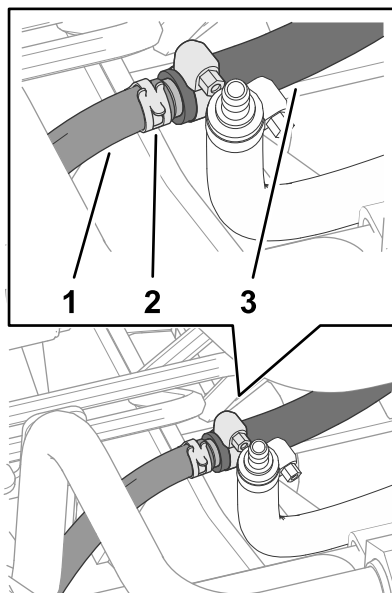

Figure 16
6. Enfilez le collier à ressort retiré à l'opération 1 sur le flexible du réservoir de carburant sur la machine (Figure 16).
7. Placez le flexible du réservoir de carburant et le collier sur le raccord cannelé du flexible intérieur du refroidisseur de carburant (Figure 16).